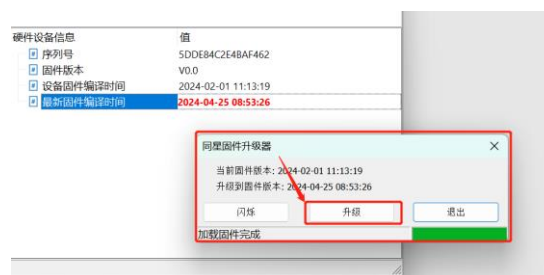

图 2-同星固件升级图
->等待弹窗同星固件升级（图 2-同星固件升级图）->后点击升级等待升级完成提示：更新完成，请重新插拔硬件。